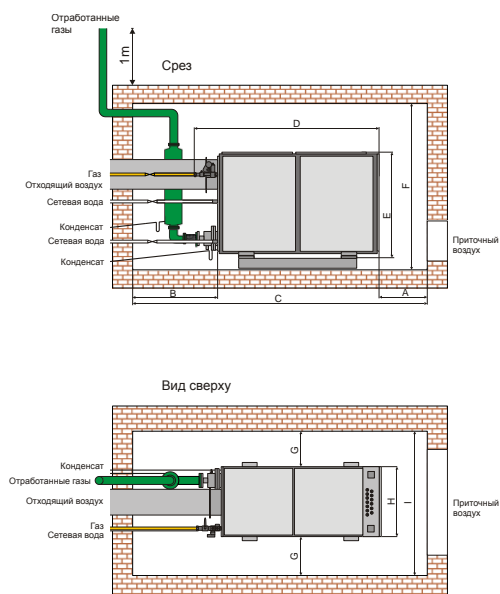

Рис. 5 Минимальные расстояния в рабочем помещении (размеры в мм)
- Для проведения работ по монтажу и техобслуживанию требуется достаточно свободного пространства (Рис. 5).